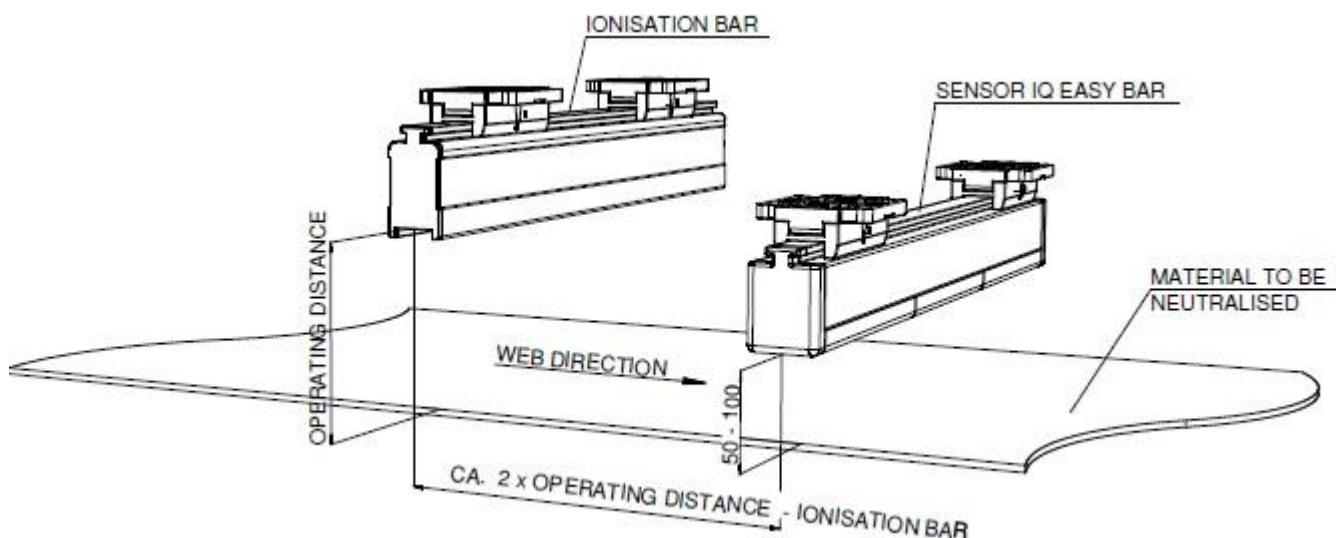

Abbildung 6: Lage Sensor IQ Easy im Verhältnis zum Ionensprühstab
- **Leitfähige Maschinenbauteile in der Nähe eines Sensor IQ Easy können die Funktion nachteilig beeinflussen. Für ein optimales Ergebnis muss der Sensor Abbildung 6 entsprechend montiert werden.**